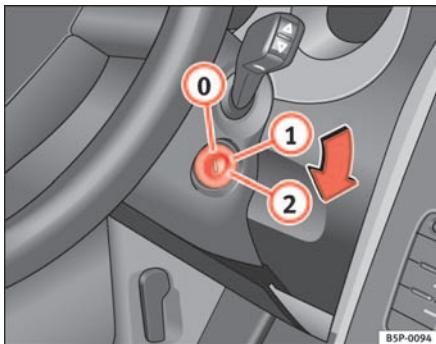

Fig. 92 Posiciones de la llave de contacto
En esta posición ⇒ fig. 92 el encendido y el motor están desconectados pudiéndose bloquear la dirección.
- Gire la llave de contacto hasta la posición ⇒ página 133, fig. 92 ①. El testigo se encenderá en caso de precalentamiento del motor.
- En cuanto se apague el testigo, gire la llave de encendido a la posición ② para poner en marcha el motor y no pise el acelerador.
- Gire la llave de contacto a la posición ⇒ página 133, fig. 92 ①.